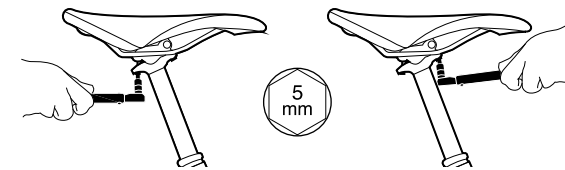

Figure 9. étapes de serrage/desserage des vis de blocage
1. Desserrez les deux vis de blocage grâce à une clé hexagonale de 5 mm (Figure 9) jusqu'à ce que la selle se déplace et ou s'incline facilement.